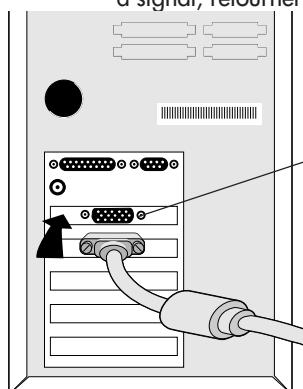
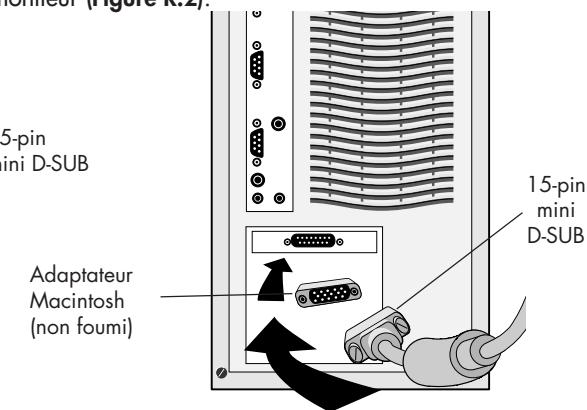

Figure A.1
Figure B.1
2. PC : Branchez le mini-connecteur D-SUB à 15 broches du câble vidéo approprié dans le connecteur de la carte vidéo de votre ordinateur (**Figure A.1**). Serrez toutes les vis. Macintosh : Branchez l'adaptateur de câble Macintosh pour MultiSync LCD1830 dateur (**Figure B.1**). Branchez le du câble vidéo dans l'adaptateur de câble Macintosh pour MultiSync LCD1830 (**Figure B.1**). Serrez toutes les vis.